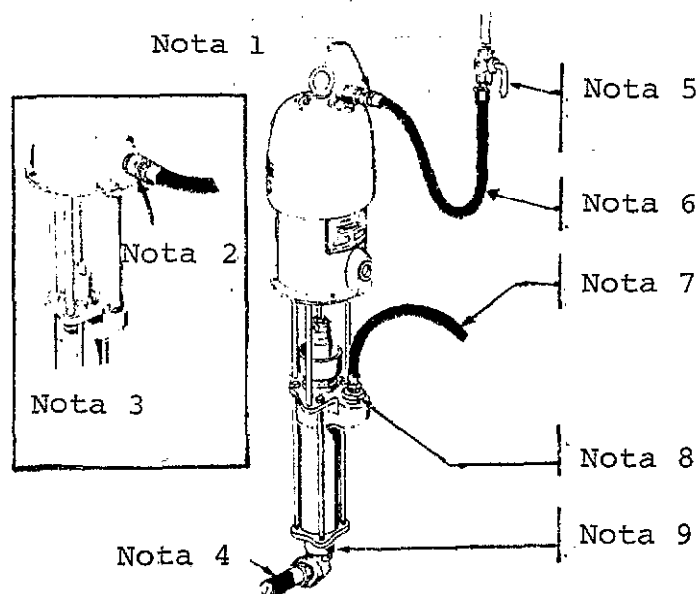

Fig 1
Conectar una manguera de alimentación de aire de 19 mm como mínimo de diámetro interior al racor 3/4" NPT (F) de entrada de aire de la bomba. Ver FIG. 1.
Conectar la manguera de alimentación producto a la salida del producto de la bomba con un racor adecuado. La bomba corta posee una salida producto 1"NPT (F), el modelo estándar una salida 3/4"NPT (F). VER fig. 1.
Si el producto está alimentado por una manguera de aspiración, conectarlo con un adaptador compatible a la entrada producto 1-1/2 NPT (F) de la bomba. Ver FIG.1.